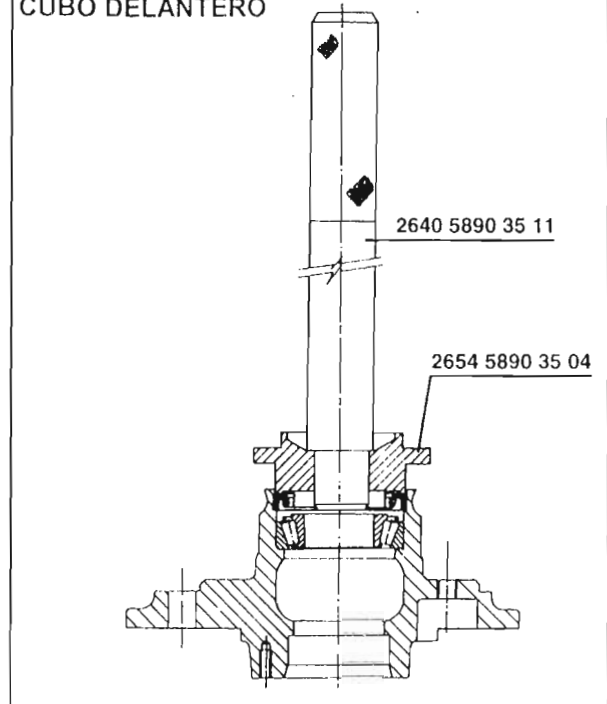

Fig. 5
- Aplique un poco de grasa en el diámetro exterior del retén de aceite (instale siempre un nuevo retén de aceite si se quitó anteriormente) y presione el retén en el cubo utilizando el impulsor 2654 5890 3504 con la maneta 2640 5890 3511 *Fig. 5*